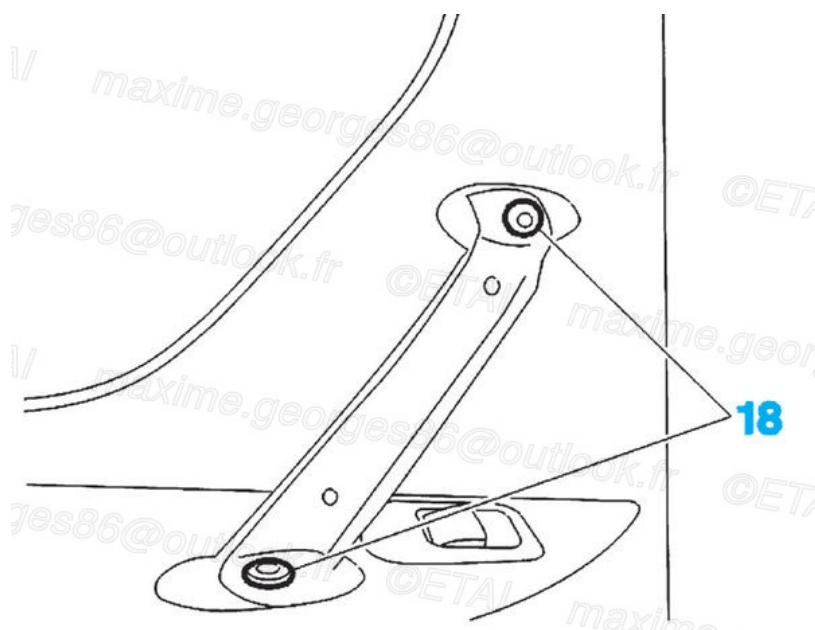

Fig.55
- les vis (18) de fixation du support de la poignée (**Fig.55**)